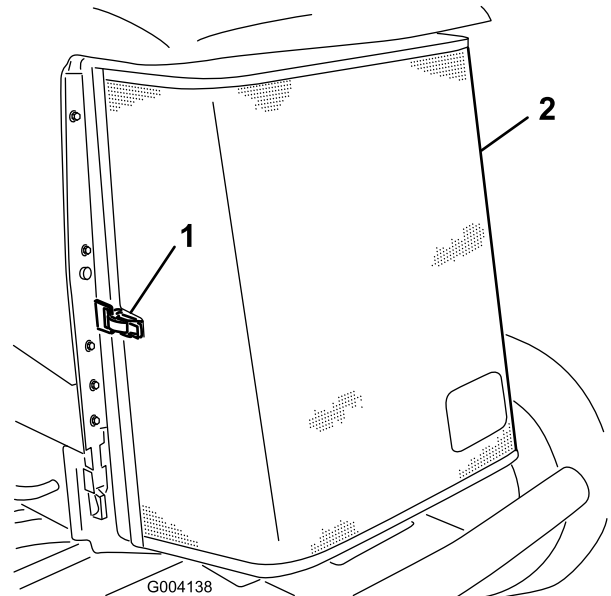

Figure 100
- Déverrouillez la grille arrière et faites-la pivoter pour l'ouvrir (Figure 100).